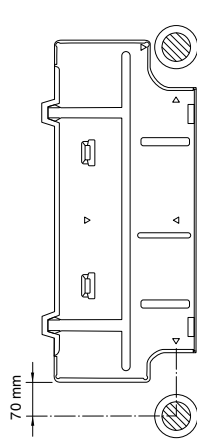

Fig. 3-4
- (1) Coloque el panel posterior de la unidad interior en la pared en la ubicación seleccionada. Asegúrese de que el panel está de forma horizontal utilizando un nivelador de carpintero o una cinta para medir hacia abajo desde el techo. Espere a después del corte de la abertura antes de conectar el panel posterior a la pared.
- (2) Determine en qué lado de la unidad debe efectuarse la abertura para los tubos y el cableado. (Fig. 3-4)
En el caso de los tubos de la parte posterior izquierda, utilice los puntos de medición del borde del panel posterior para colocar de forma precisa la salida de la manguera. (Fig. 3-4)